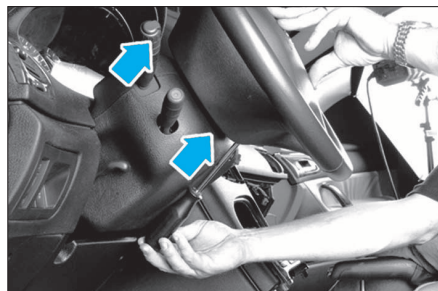

FIG. 4
- Déposer les 2 vis de fixation (Fig.4) (torx T30).